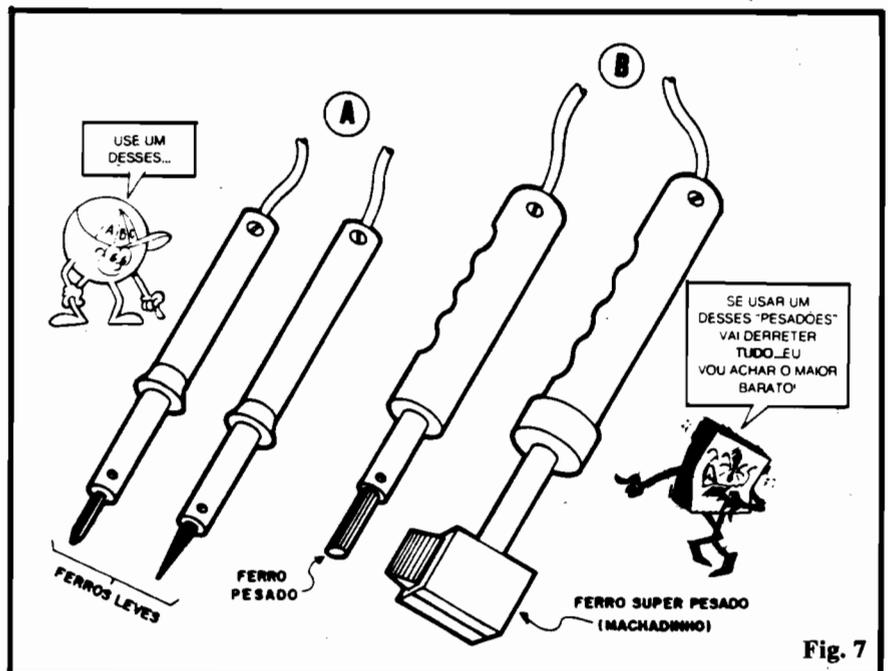

Fig. 7
- **FIG. 7** - Ferros leves (A) e pesados(B) para uma comparação visual. Os tipos (B) **não** devem ser usados na moderna Eletrônica... Se lá naquela "arqueológica" caixa de ferramentas existir um "trambolho" desses, reserve-o para remendar fundos de painéis furados, consertar a lataria do "Gordini" e essas coisas... **NÃO** os aproxime de um moderno e delicado componente eletrônico!